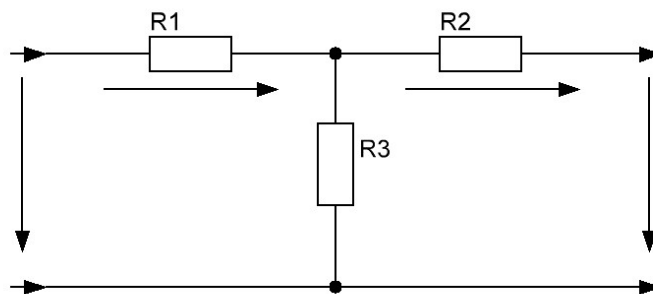

Рисунок 9
1) Записать систему уравнений четырехполосника в форме А. Определить напряжение на входе четырехполосника, если на вход включена нагрузка  $R_H=100$  Ом, а ток  $I_2$  при этом равен 0,1 А. Параметры четырёхполосника:  $R_1=50$  Ом;  $R_2=50$  Ом;  $R_3=100$  Ом (рисунок 9)